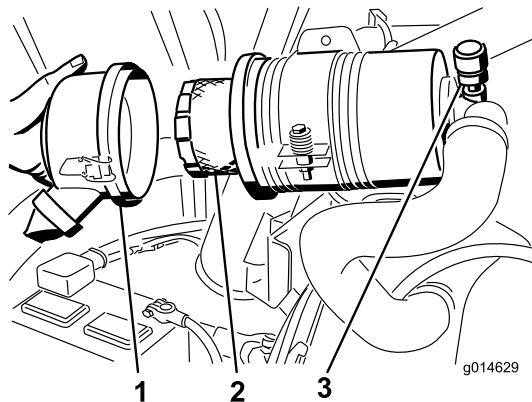

Figura 47
3. Togliete il filtro e sostituitelo (Figura 47).